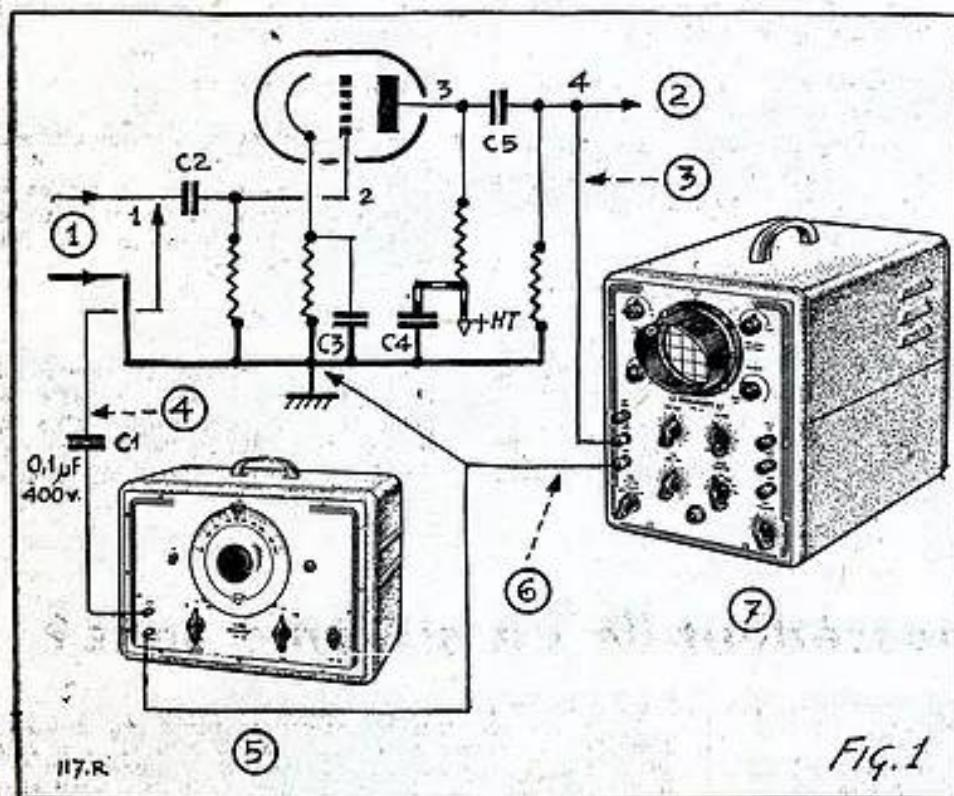

FIG. 1
La figure 1 indique la manière de brancher les appareils pour effectuer un tel essai. De meilleurs résultats seront obtenus si on utilise un oscillateur B.F. possédant une bonne sortie sinusoïdale. Afin de protéger le transformateur de sortie de l'oscillateur des tensions continues de l'étage amplificateur, on place-
(2) Régler l'oscillateur B.F. sur 1.000 cycles/sec. et placer le contrôle de sortie de l'oscillateur sur zéro.
(3) Coupler l'oscillateur au point 2 (voir figure 1) et relier, également, l'oscilloscophe au point 2.
Pour effectuer des mesures de gain en tension, utiliser le même dispositif d'appareils indiqué aux figures 1 ou 2 et préparer l'oscilloscopie comme nous l'avons expliqué en (1) précédemment. Le contrôle de gain vertical et l'écran de l'oscilloscopie doivent être étalonnés comme nous l'avons déjà indiqué dans un article précédent.
(1) Brancher l'oscillateur et les bornes d'entrée verticale de l'oscilloscopie au point 1 (voir figure 1).
(2) Régler l'oscillateur sur 400 cycles/sec. Régler le contrôle de sortie de l'oscillateur et le contrôle de gain vertical de manière à obtenir un diagramme sinusoidal atteignant une hauteur totale d'environ deux divisions sur l'écran. Régler le contrôle de synchronisation d'amplitude de façon à fixer l'image sur l'écran. Enregistrer la tension, lire la tension sur l'écran de l'oscilloscopie et sur le réglage du contrôle de gain vertical et l'enregistrer comme étant la valeur de E1.
(3) Transférer le fil d'entrée verticale au point 4. Enregistrer la nouvelle tension dont la valeur sera égale à E2 et qui se traduira par une image plus grande sur l'écran.
(4) Déterminer le gain en tension à partir de la formule :